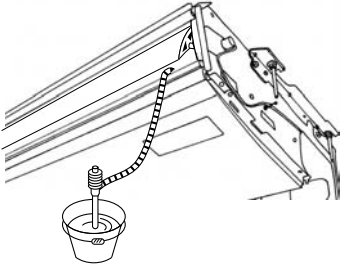

Fig. 5-3
2. Üniteyle birlikte verilen soket kapağını ⑥ ek yeri soketine ⑤ tespit edin.
3. Saha drenaj borularını (VP-20), vinil klorit yapıştırıcıyla ek yeri soketine ⑤ tespit edin.
4. Üniteyle birlikte verilen drenaj borusu kapağını ⑦ sarın. (Dikiş yeri bantlaması)
- Ⓒ Soket kapağı ⑥
- Ⓓ Ek yeri soketi ⑤
- Ⓔ Drenaj borusu kapağı ⑦
5. Drenajın doğru olup olmadığını kontrol edin. (Fig. 5-3)